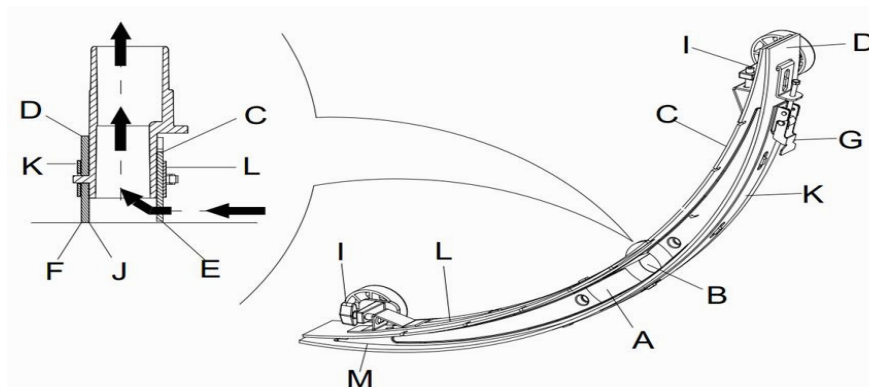

Figura 10
2. Apăsăți comutatorul (38) la poziția "O" și opriți mașina.
3. Deșurubați mânerul fix (16) al mopului, decuplați conectorul ce leagă tubul de aspirare de mop și scoateți mopul.
4. Cu ajutorul mânerului mopului (14) ridicați mopul pe cadrul suport.
5. Curățați mopul (**Figura 10**). Curățați în mod special canelura (**A, Figura 10**) și murdăria și așchiile din tubul de aspirare. Verificați dacă partea din față a tălpii mopului (C) și partea din spate (D) sunt fisurate și dacă marginile sunt crăpate. Schimbați-le dacă este necesar (vedeți pașii din următoarea secțiune).
1. Aplicați operațiunile de curățare a mopului descrise în secțiunea anterioară (**Figura 10**)
2. Verificați marginea (**E, Figura 10**) tălpii din față a mopului (F) și marginea tălpii din spate (D). Pe toată lungimea, acestea trebuie să fie la același nivel. În caz contrar, ajustați-le înălțimea aplicând următoarea procedură.
- Desfaceți clema (G) pentru a separa talpa mopului (D) de cadrul (M) pentru ajustarea poziției mopului. După reglare, fixați clema din nou.
- Deșurubați șurubul de pe mânerul (I) pentru a ajusta talpa din față a mopului (C); după ajustare strângeți șurubul de pe mâner.
3. Verificați dacă talpa din față a mopului (C) și talpa din spate (D) este intactă și dacă sunt fisuri sau marginile sunt crăpate. Dacă e necesar, verificați-le în felul următor. Verificați marginea din față a tălpii din spate a mopului (J) pentru a vedea dacă e uzată. În caz de uzură, se poate instala cu partea de jos în sus (marginea de sus trebuie să fie intactă). Dacă și marginea de sus este uzată, schimbați-o conform procedurii de mai jos:
- Desfaceți clema (G) ca să separați talpa de cadrul (M), scoateți clema de prindere (K), și apoi schimbați sau inversați talpa din spate a mopului (D) cu susul în jos. Reinstalați talpa mopului efectuând operațiunile în ordine inversă.
- Deșurubați șurubul de pe mâner (I) și scoateți clema de prindere (L), apoi schimbați mopul din față (C).